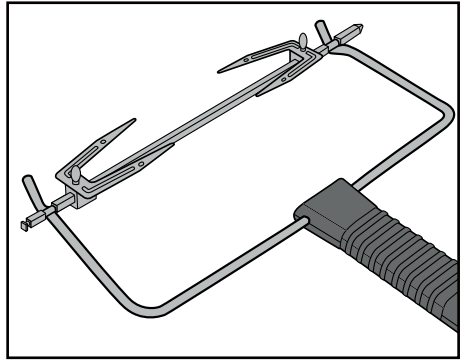

Fig. 3 Tangen 12 sættes på drejespyddet 16
- For at tage det varme drejespyd 16 ud skal du gribe med krogene for enden af tangen 12 ned i fordybningerne på drejespyddet 16 (fig. 3):